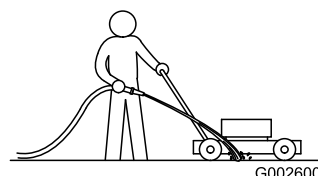

Figura 41
1. Con el motor en marcha sobre una superficie plana pavimentada, dirija un chorro de agua hacia delante de la rueda trasera **derecha** (Figura 41).